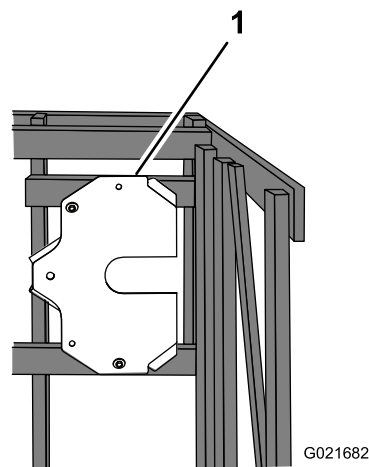

Figura 10
1. Retire os parafusos que fixam a placa de montagem à grade (Figura 10).